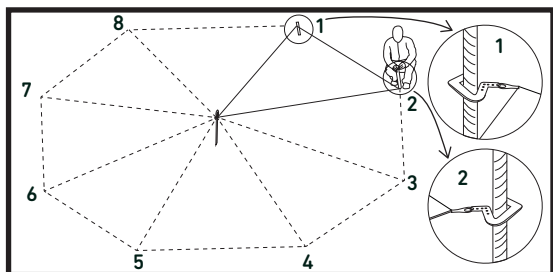

Abb. 5
7. Ziehen Sie das Messgerät für die Verankerungen leicht auseinander, sodass sich aus den Schnüren ein Dreieck bildet (Abb. 5).